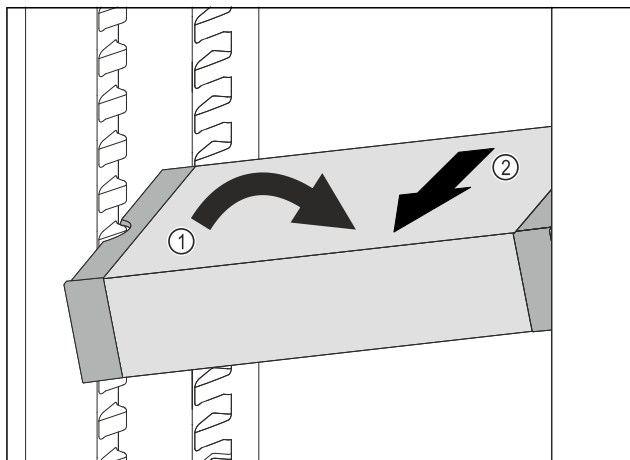

Fig. 83
- ▶ Расположите VarioSafe в холодильном отделении под наклоном. Fig. 83 (1)
- ▶ Извлеките VarioSafe движением вперед. Fig. 83 (2)